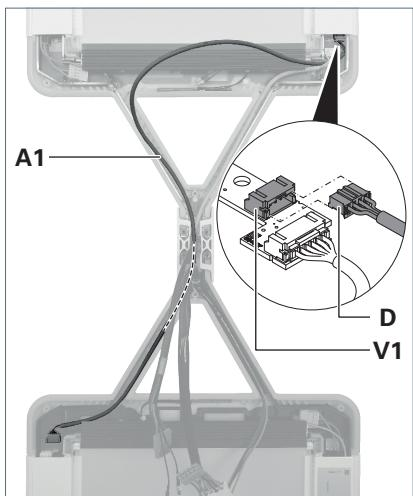

Fig. 12: Steuerleitung anschließen.
- ▶ Legen Sie die Steuerleitung **A1** des Litzensatzes weiter, in den Tragarm des Leuchtenkopfs 1, siehe Fig. 12.